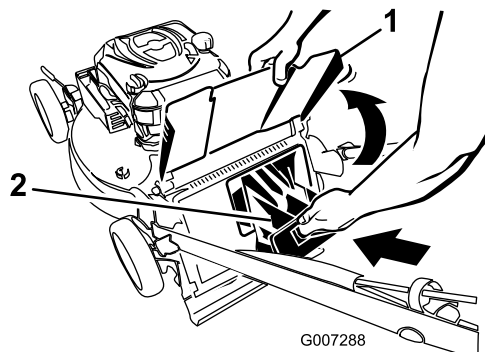

Figura 33
4. Riposizionate il coperchio di scarico posteriore (Figura 33)